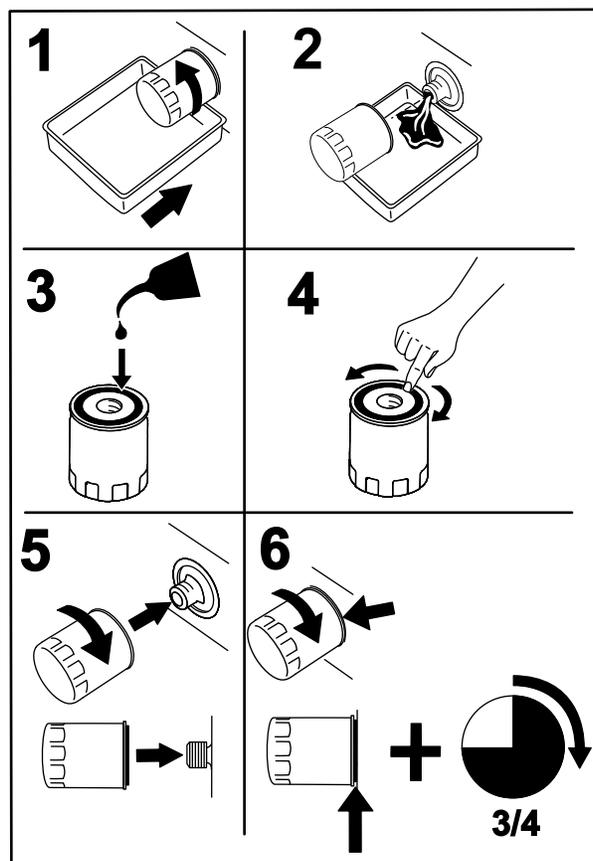

Figure 33
- Remplacez le filtre à huile moteur (Figure 33).